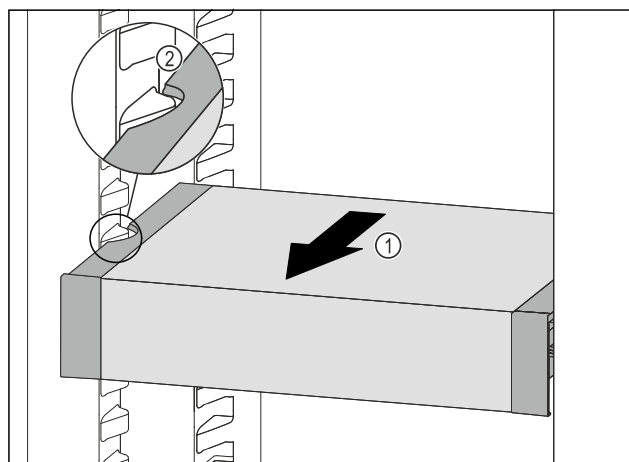

Fig. 135
- Táhněte VarioSafe dopředu Fig. 135 (1), dokud nebudou boční vybrání VarioSafe na úrovni žebrování na nádoby v chladničce. Fig. 135 (2)